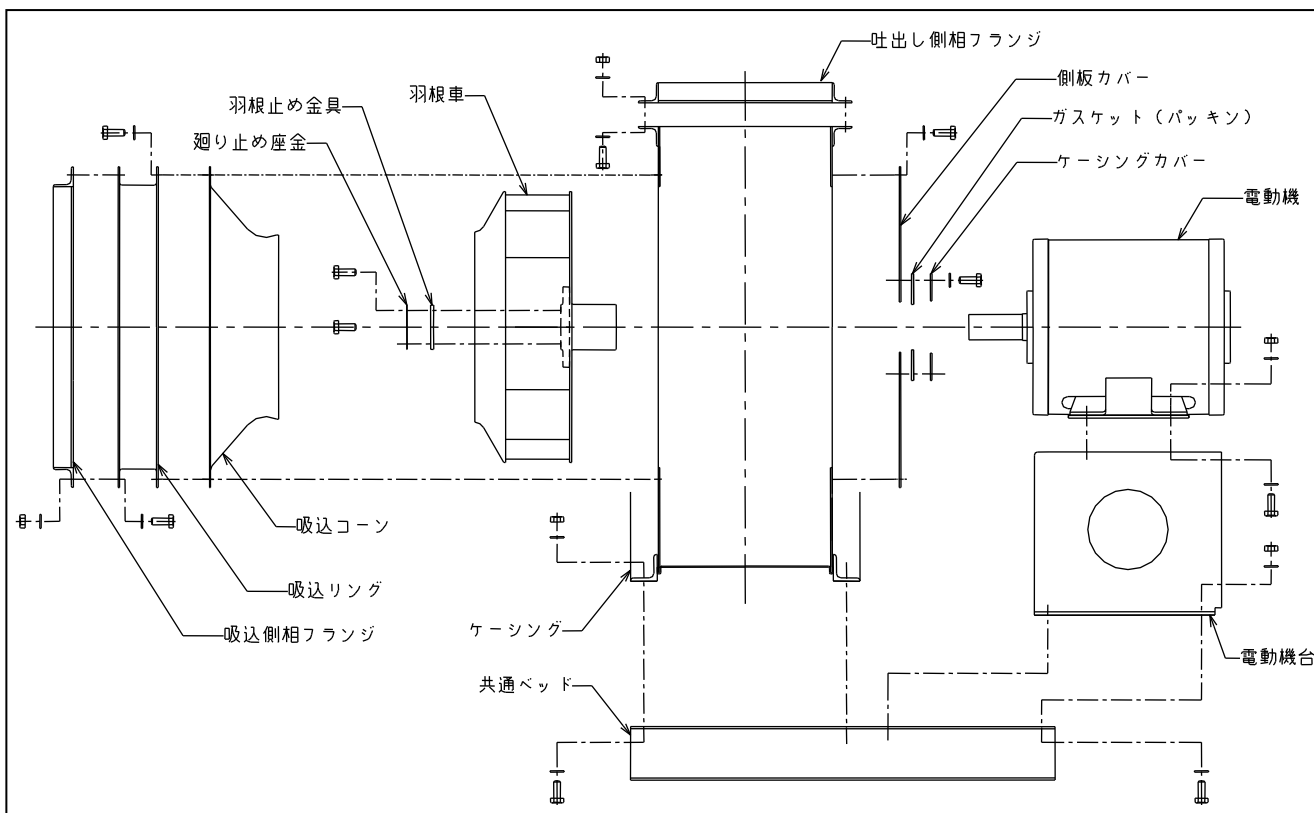

図19 SMTE 3型分解組立図（例）
- (8) S M T E 3 型は、側板カバーを外すことにより、羽根車、電動機及び電動機台を一体でケーシングから取り出すことができます。羽根車を電動機軸から取外す場合、引抜き用ネジを利用して抜いて下さい。廻り止め座金、羽根止め金具は先に外しておいてください。（図19）
- (9) 回転体をケーシングから取出す場合、ケーシング付近に羽根車の仮受台をつくり、軸・ケーシングなどに傷がつかないようにしてください。また、仮受台にも当板を行い、羽根車に傷がつかないようにしてください。